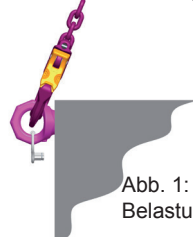

Abb. 1: Erlaubter Belastungsbereich
10. Das Anschlagmittel muss im STARPOINT frei beweglich sein und darf sich nicht an der Lastkante abstützen. Die in der Betriebsanleitung angegebenen Tragfähigkeiten beziehen sich auf die Belastungsrichtungen in Ringebene bzw. in axialer Richtung. **Darüber hinaus kann die Belastung mit der Nennttragfähigkeit des Anschlagpunktes in Richtung Gewindebohrung des Werkstückes erfolgen (Abb. 1 und 2).**